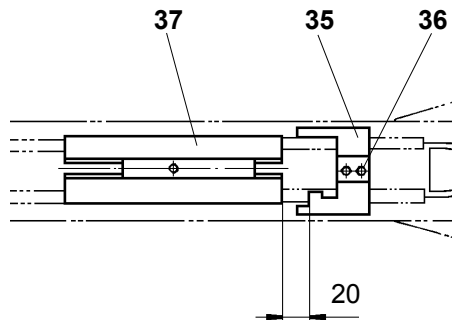

Fig. 14
- Régler la butée d'arrêt de la pos. ouverte (35) dans le mécanisme d'entraînement. Desserrer légèrement les vis (36) et pousser la butée d'arrêt jusqu'à ce qu'elle bute contre le coulisseau (37). Puis repousser la butée d'environ 5 mm (mesure 20 mm) et serrer les vis (36). Fig. 14